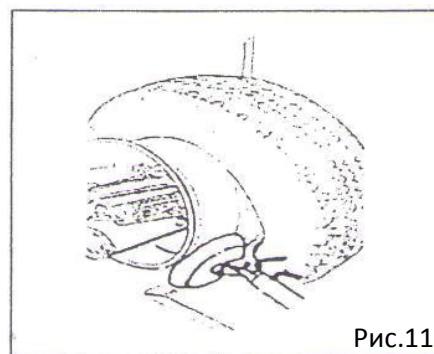

Рис.11
- 7) Повернуть колесо против часовой стрелки до момента полного схождения шины с обода колеса (см. рис. 11).